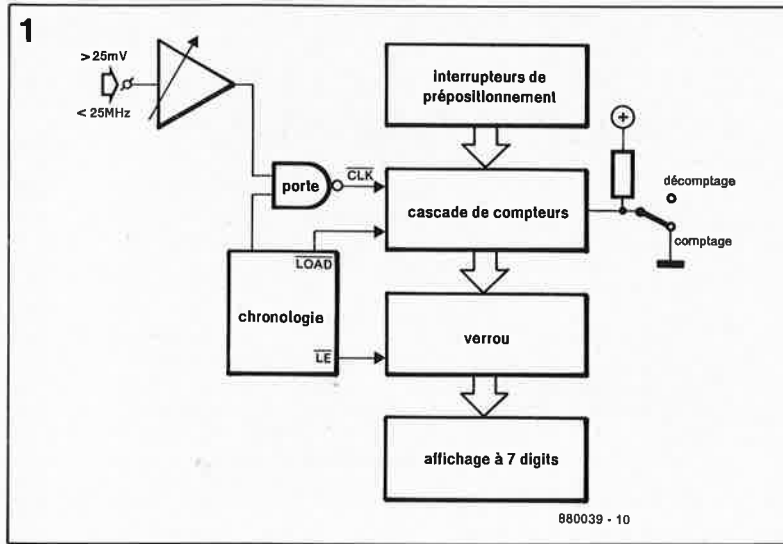

Figure 1. Synoptique du fréquencemètre.
Le synoptique de la **figure 1** montre les sous-ensembles constitutifs du fréquencesmètre et ce faisant en évoque les possibilités. Le signal à mesurer est appliqué à un amplificateur à gain ajustable. Par l'intermédiaire de la base de temps (la "porte"), le signal mis en forme arrive au compteur/décompteur. La valeur de début de comptage est déterminée par la position des interrupteurs de programmation (*preset*). Le résultat final sera soit supérieur, soit inférieur à la valeur définie par les interrupteurs en question selon que le mode choisi, défini par la position d'un inverseur, est le comptage ou le décomptage. La nécessité d'obtenir un affichage stable de la fréquence explique la présence d'un verrou entre chaque compteur et chacun des affi-
faut dans ce cas que le compteur démarre à 900 000, nombre qui correspond à la fréquence intermédiaire (FI) du récepteur OC. Contrairement à ce que l'on pourrait penser à première vue, nous n'avons pas oublié de zéro dans l'opération; le compteur compte en effet par pas de 10 Hz. Cette programmation se fait par l'intermédiaire des interrupteurs DIL prévus à cet effet sur le montage. Le sens de comptage (*up*) ou de décomptage (*down*) est fonction de la valeur (supérieure ou inférieure) de la fréquence du signal reçu par rapport à celle de la fréquence intermédiaire. Si le récepteur OC. est calé sur la bande des 20 m, la FI est inférieure à la fréquence du signal reçu. Il faut de ce fait que le compteur se mette à **compter** à partir de 900 000 pour que la valeur affichée soit correcte ($9 + 5 \dots 5,5 = 14 \dots 14,4$ MHz). Si au contraire la fréquence reçue est inférieure à la fréquence intermédiaire, lorsque l'on se trouve sur la bande des 80 m, le compteur devra **décompter** à partir de 900 000 ($9 - 5 \dots 5,5 = 4 \dots 3,5$ MHz). Si l'on utilise pour S1 un inverseur tripolaire comme celui représenté en figure 1, et que l'on connecte sa connexion centrale à l'entrée comptage/décomptage, on obtient une commutation automatique du sens de comptage du fréquencemètre lors du passage d'une bande à l'autre.